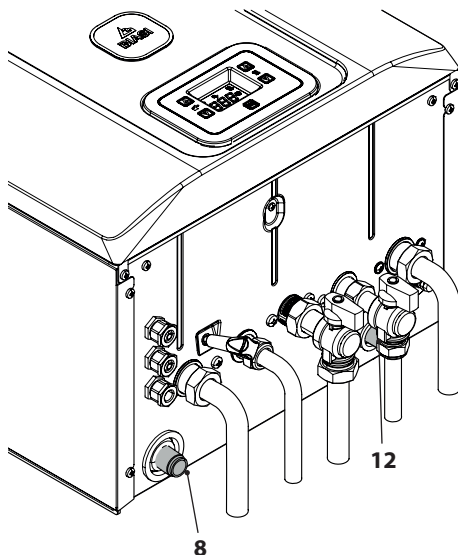

Figura 5.6
- Collegare lo scarico della valvola di sicurezza 12 (Figura 5.6) ad un imbuto di scarico.
- Inserire il tubo flessibile di scarico condensa 8 (Figura 5.6) all'interno del condotto di scarico condensa domestico o nell'imbuto di scarico della valvola di sicurezza, qualora lo scarico sia idoneo a ricevere condensa acida.